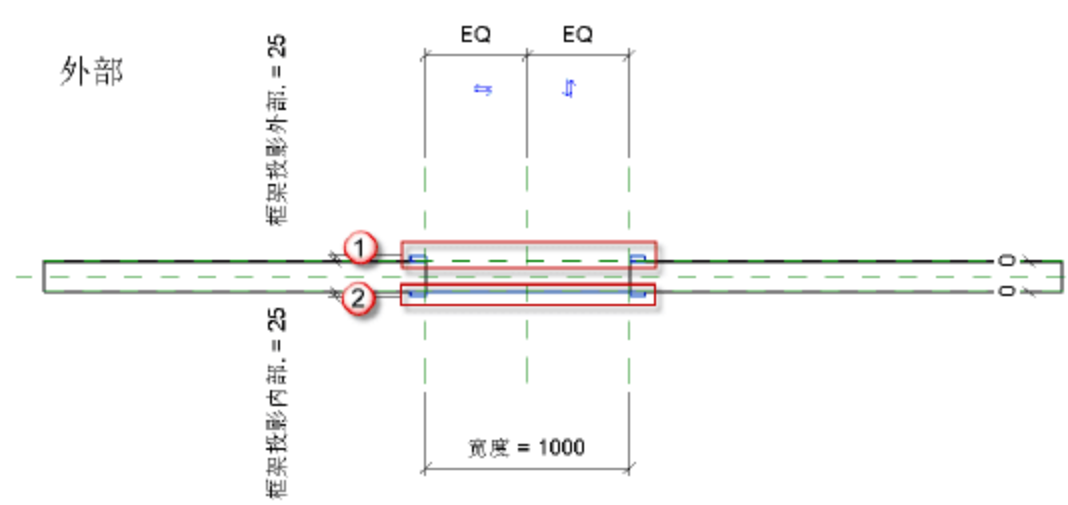
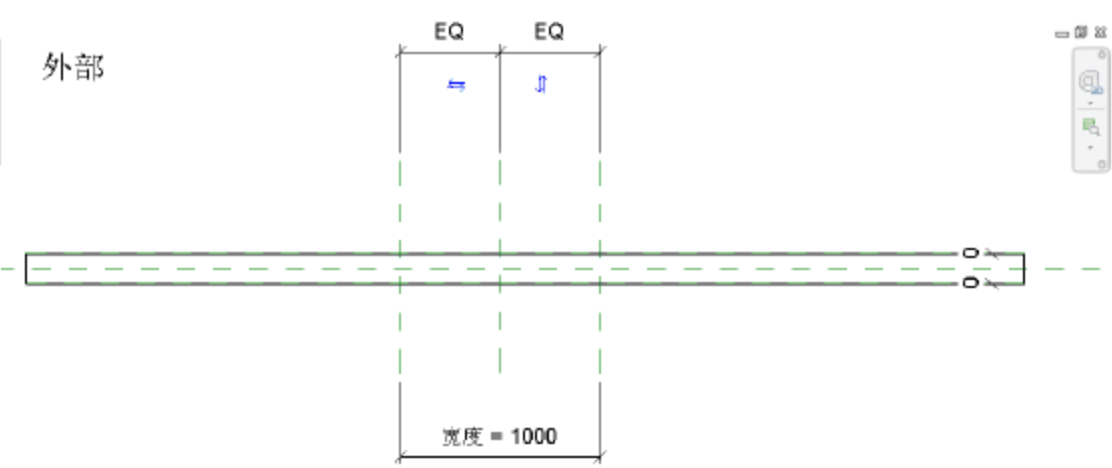

图 6.2.40 选定“框架/竖挺：拉伸”
图 6.2.41 删除“框架/竖挺：拉伸”
(2) 删除公制门框架。按 Ctrl 键，多选上“框架/竖挺：拉伸”，如图 6.2.40 所示，按 Delete 键将其删除，删除后如图 6.2.41 所示。